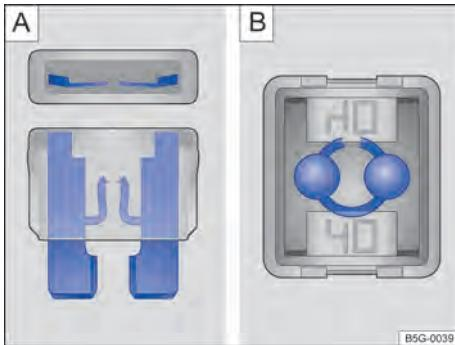

Fig. 218 Fusível queimado: **A** fusível plano, **B** fusível de bloqueio.
- Um *fusível plano (ATO®, MINI®)* queimado é reconhecido de cima ou de lado pela carcaça transparente nas faixas metálicas derretidas ⇒ Fig. 218 **A**.
- Um *fusível de bloqueio (JCASE®)* queimado é reconhecido pelas faixas metálicas derretidas por cima da carcaça transparente ⇒ Fig. 218 **B**.